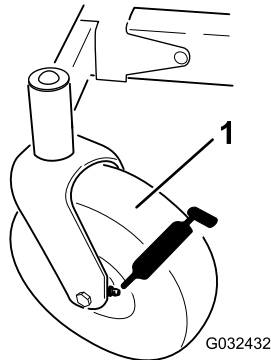

Bild 36
3. Reinigen Sie die Schmiernippel (**Bild 36**) mit einem Lappen.
4. Setzen Sie die Fettpresse nacheinander an allen Nippeln an (**Bild 36**).